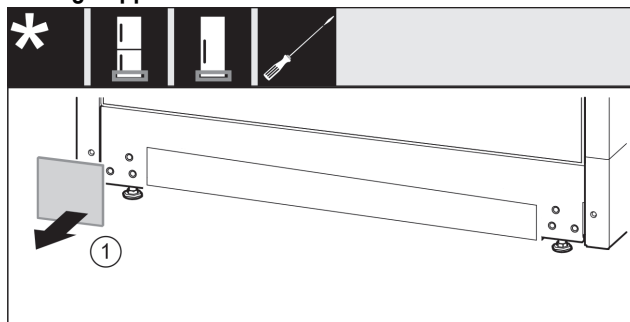

Fig. 27
- Rimuovere la copertura Fig. 27 (1).